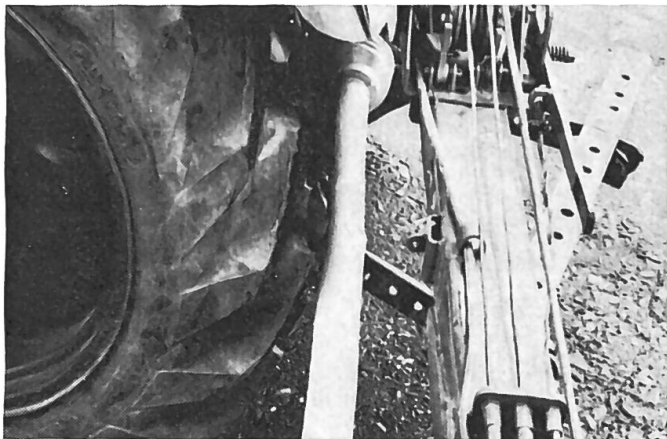

Fig. 4a
- **Les tubes télescopiques ne doivent pas tourner avec l'arbre à cardans.** C'est pourquoi il faut les fixer à l'aide de la chaînette de retenue. A noter que cette chaînette ne doit en tout cas pas être employée pour suspendre l'arbre à cardans quelque part. Sinon les tubes télescopiques ne manqueraient pas d'être endommagés (Fig. 4a+4b).